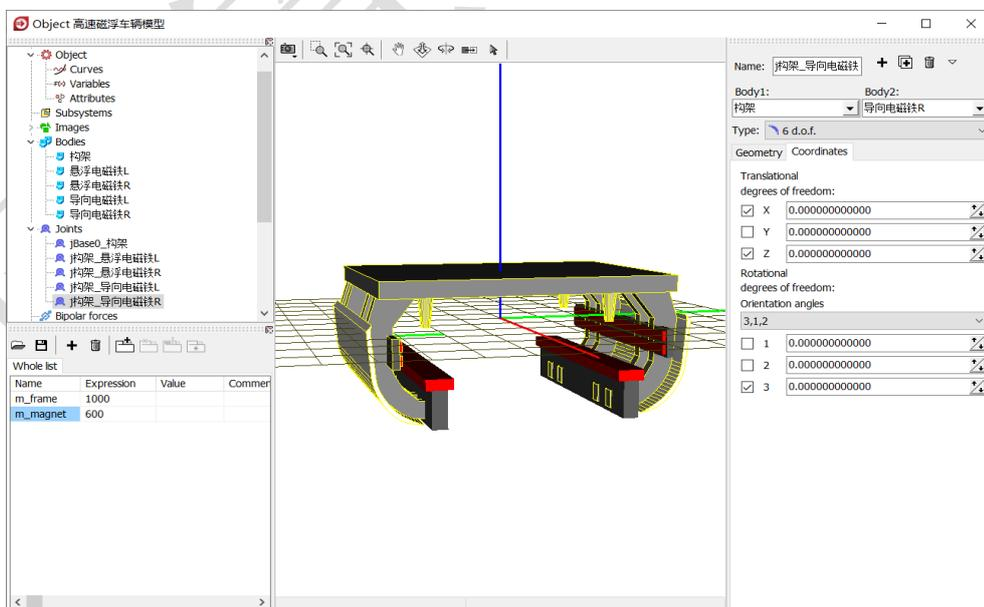

图 3-119
- 13) 复制生成第五个铰， **Body2** 更改为**导向电磁铁 R**， **Body1** 的铰接点坐标为 $(0, -1.465, -0.18)$ 。 切换到整体视图模式， 如图 3-119 错误!未找到引用源。